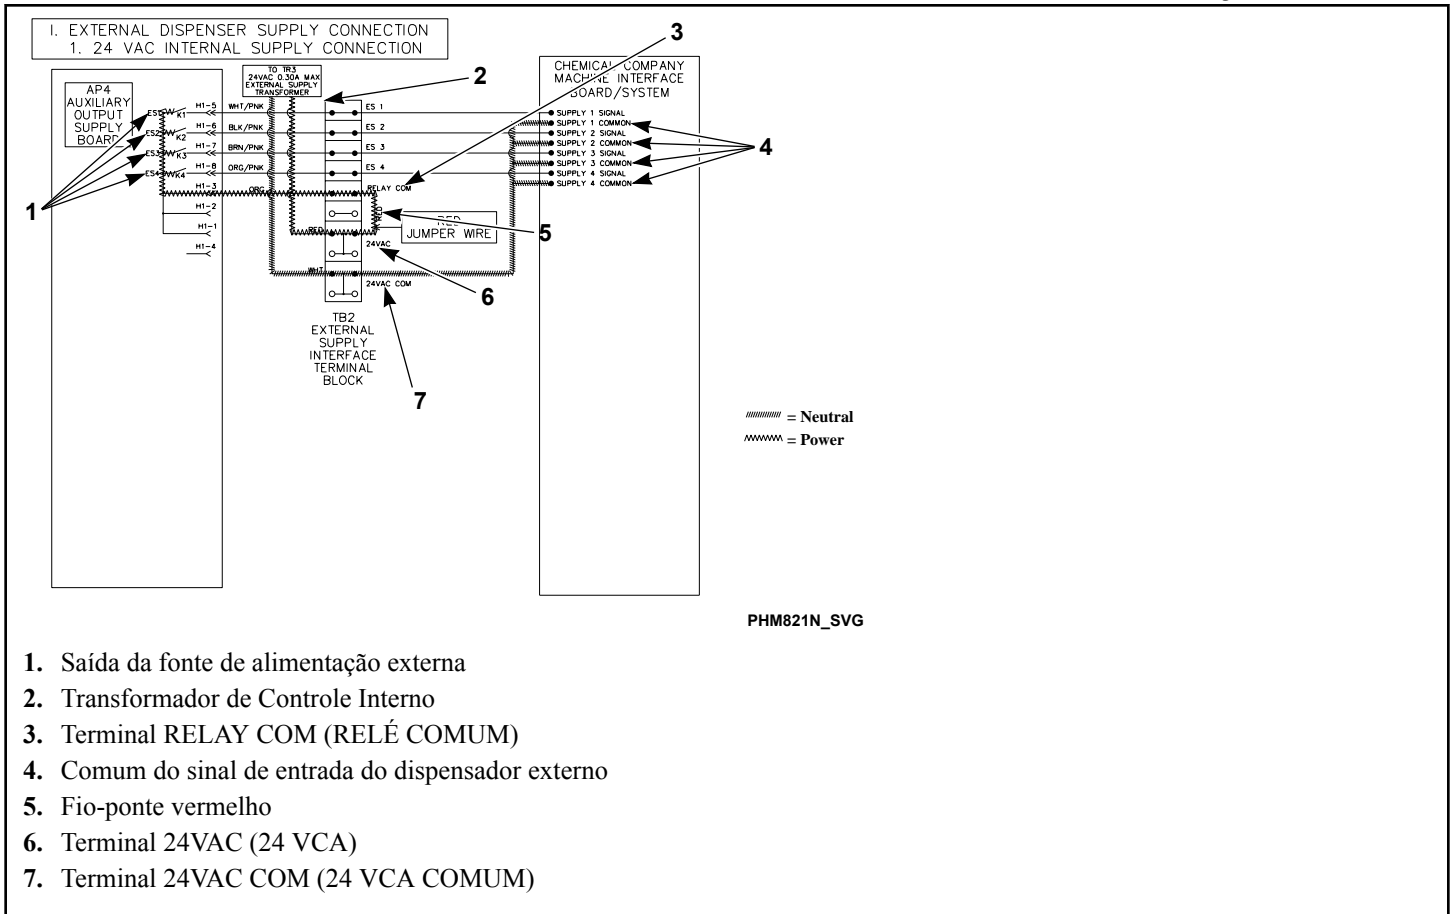

Figura 27
- O segundo terminal é usado para conectar o outro lado do transformador de controle ao comum de sinais de saída da máquina através de um fio vermelho de ponte entre o "24VAC" (24 VCA) e o "RELAY COM" (RELÉ COMUM). Consulte a *Figura 27*.